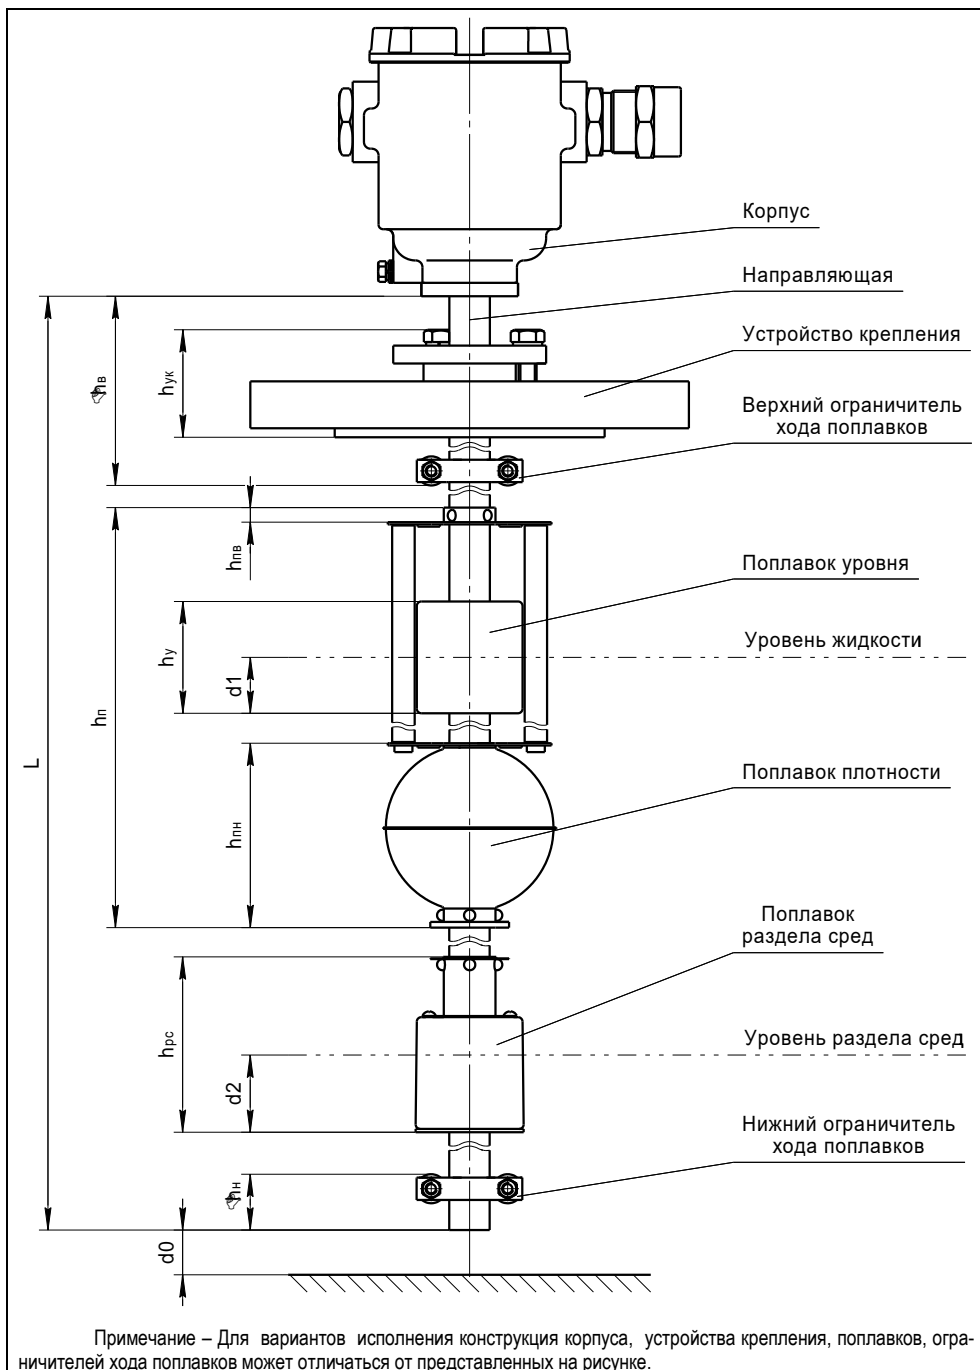

Рисунок 1
1.2.1 Длина направляющей L (см. рисунок 1) определяется заказом в пределах:
1.4.1 Преобразователь (рисунок 1) состоит из корпуса, направляющей, на которой устанавливаются: устройство крепления, поплавки уровня, плотности, раздела сред и ограничители хода поплавков.